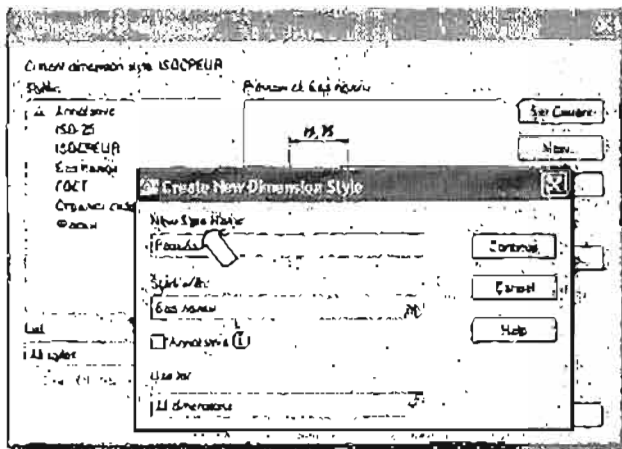
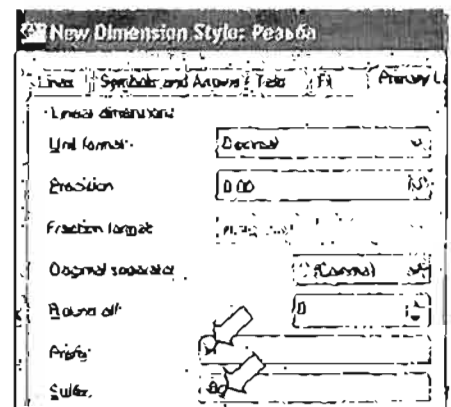

Рис. 5.46. Диалоговое окно Create New Dimension Style создания нового размерного стиля
Рис. 5.47. Установки нового размерного стиля «Резьба» на вкладке Primary Units
Как создать новый размерный стиль, подробно описано в разд. 3.3.3. Новый стиль назовите «Резьба» (рис. 5.46). Создайте его на основе стиля «Без полки». На вкладке Primary Units диалогового окна New Dimension Style в поле Prefix (Префикс) введите текст (M), который будет располагаться перед вычисленным размерным текстом. В поле Suffix (Суффикс) введите текст (-8g), который будет располагаться за вычисленным размерным текстом (рис. 5.47).